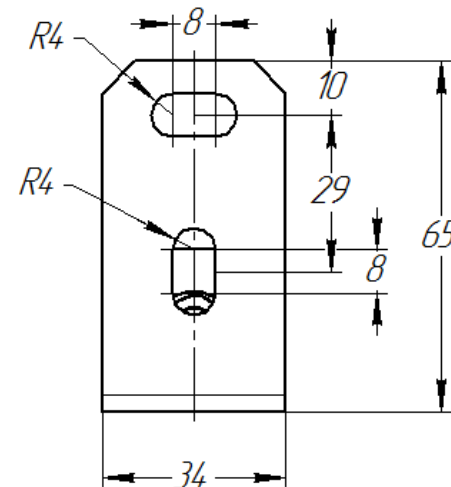
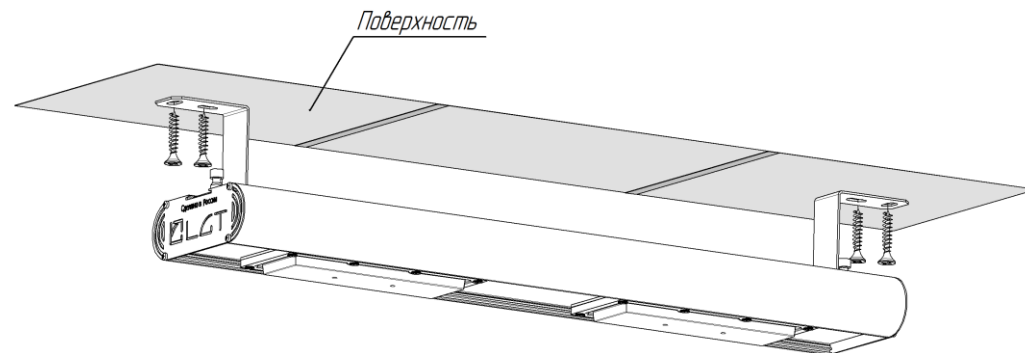

Рис. 2
Рис. 3
2) Светильник можно устанавливать, как на горизонтальную, так и на вертикальную поверхность (Рис. 3).
3) Наметить и просверлить отверстия под монтаж светильника на поверхности установки (Рис. 2). Минимальное рекомендуемое количество монтажных отверстий для крепления каждого крепления – одно. Диаметр отверстий на креплениях 8 мм (2 отв.). При помощи винтов прикрепить светильник к поверхности через отверстия в креплениях (Рис. 3). Минимальная рекомендуемая длина метизов 50-70 мм.